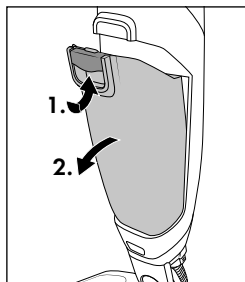

Fig. 13
- ◆ Suelte la palanca de desencastre **9** y, al mismo tiempo, tire del depósito de suciedad **10** hacia delante (consulte la fig. 13).